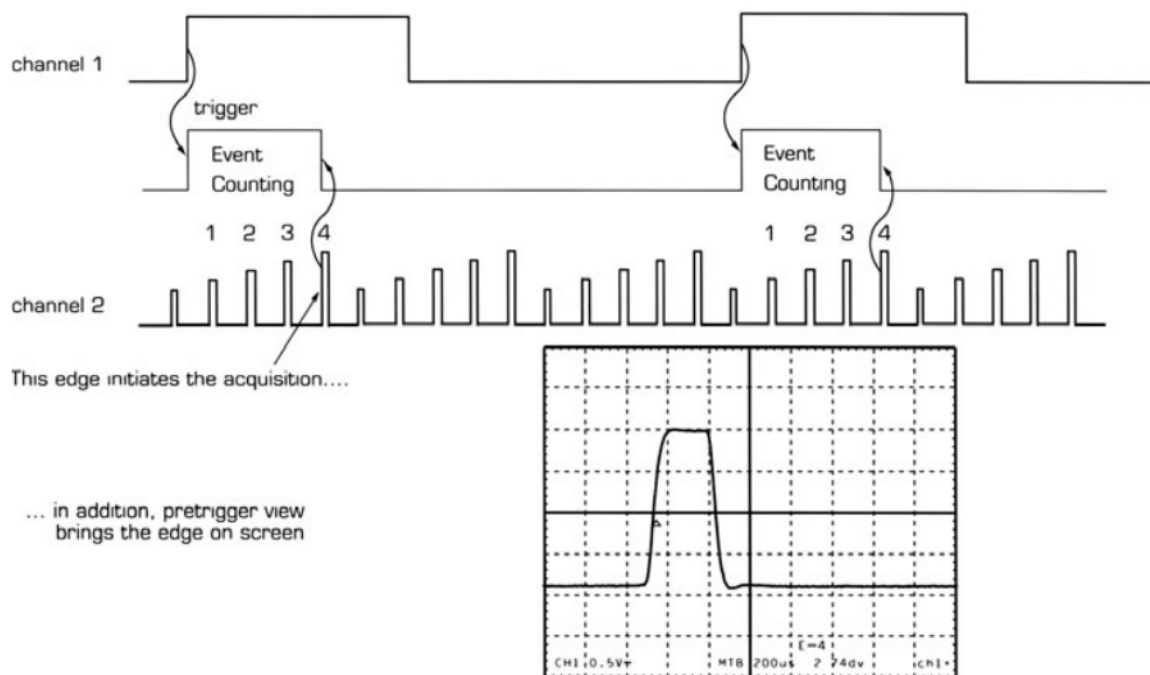

Figure 4.57 – Retard sur événement.
- Retard sur événement (*figure 4.57*) : l'acquisition démarre une fois le nombre d'événements choisi atteint.